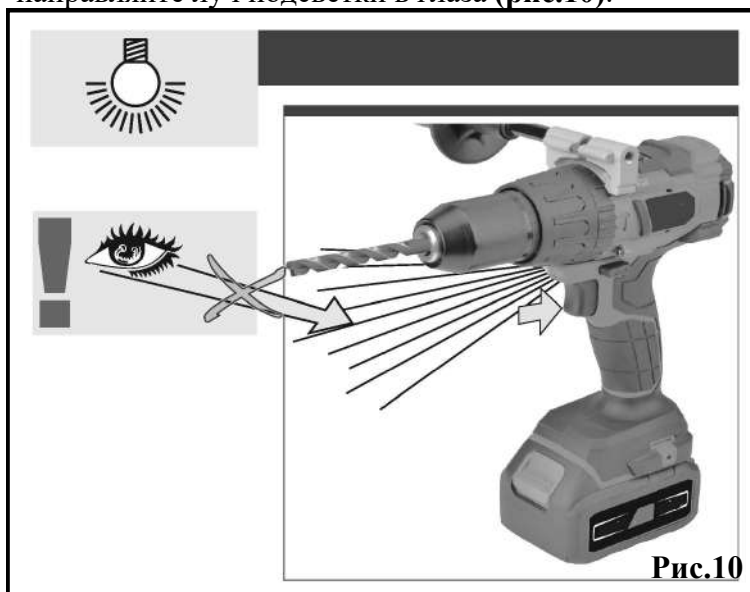

Рис.10
- проверить работоспособность подсветки LED. При установленном аккумуляторе (не входит в комплект изделия) нажать на выключатель **1** (рис.1 и рис.10) лампа подсветки **2** должна загореться, при отпускании выключателя **1** лампа **2** должна погаснуть. Не направляйте луч подсветки в глаза (рис.10).
Рис.10а
Рис.10б
Рис.10с
Установите муфту выбора режима работы **9** в режим «Шуруп» совместив со стрелкой на корпусе редуктора (рис.10а.) С помощью муфты регулировки крутящего момента **4** выберите крутящий момент затяжки. Вставьте отверстие биты в головку винта и надавите на инструмент. Включите шуруповерт на медленной скорости, затем постепенно увеличивайте её. Отпустите клавишу выключателя, как только сработает сцепление.